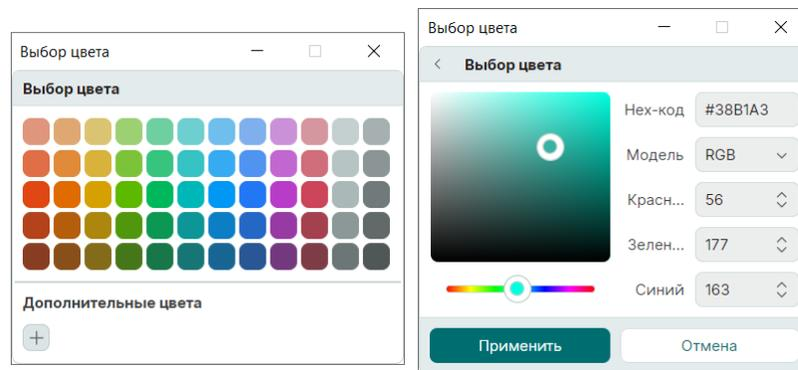

Рис. 483 Выбор цвета для отображения цепи на плате
- Выберите цвет для отображения цепи из списка предложенных или используйте команду «Другие цвета» и в появившемся окне «Выбор цвета» определите необходимый цвет, см. Рис. 483.